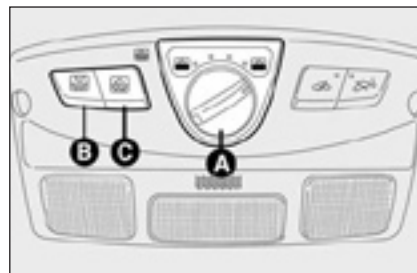

рис. 86
Когда люк полностью закрыт (ручка на **0**), поверните ручку **A** – рис. 86 по часовой стрелке и выберите один из пяти возможных вариантов раскрытия.
Поверните ручку **A** – рис. 86 против часовой стрелки и выберите один из пяти возможных вариантов закрытия.
Каждое положение соответствует типу закрытия люка. Чтобы полностью закрыть люк одним движением ручки, установите ручку **A** – рис. 86 в положение **0**.
Нажмите кнопку **В** – **рис. 86**, чтобы полностью открыть солнцезащитную шторку. Снова нажмите кнопку, чтобы остановить ее.
Чтобы закрыть солнцезащитную шторку, нажмите кнопку **С** – **рис. 86**. Снова нажмите кнопку, чтобы остановить ее.
- поверните ручку **А** – **рис. 86** до конца против часовой стрелки;
- нажмите и удерживайте ручку **А** – **рис. 86** в нажатом положении до закрытия люка, после чего отпустите ее;
В этом случае можно сдерживать работу системы защиты от раздавливания закрытием люка (в течение 5 секунд от начала работы системы), поверните ручку **A** – **рис. 86** в положение 0 и удерживайте ее нажатой вверх до закрытия.